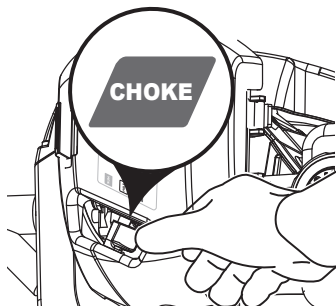

Fig. 10
3. Mettez le levier de starter en position "Choke". [Fig. 10]